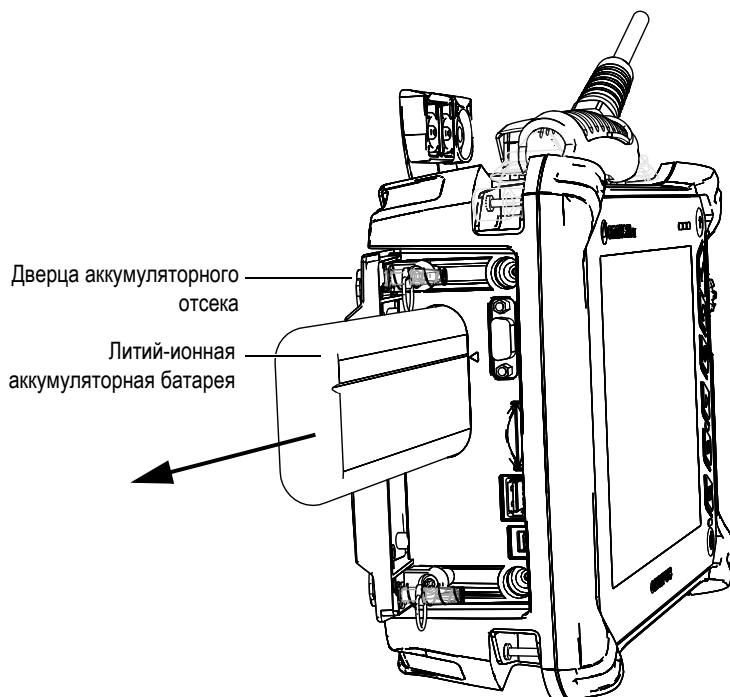

Рис. 3-6 Извлечение литий-ионной батареи
2. Потяните за ленту, чтобы извлечь батарею (см. Рис. 3-6 на стр. 46).